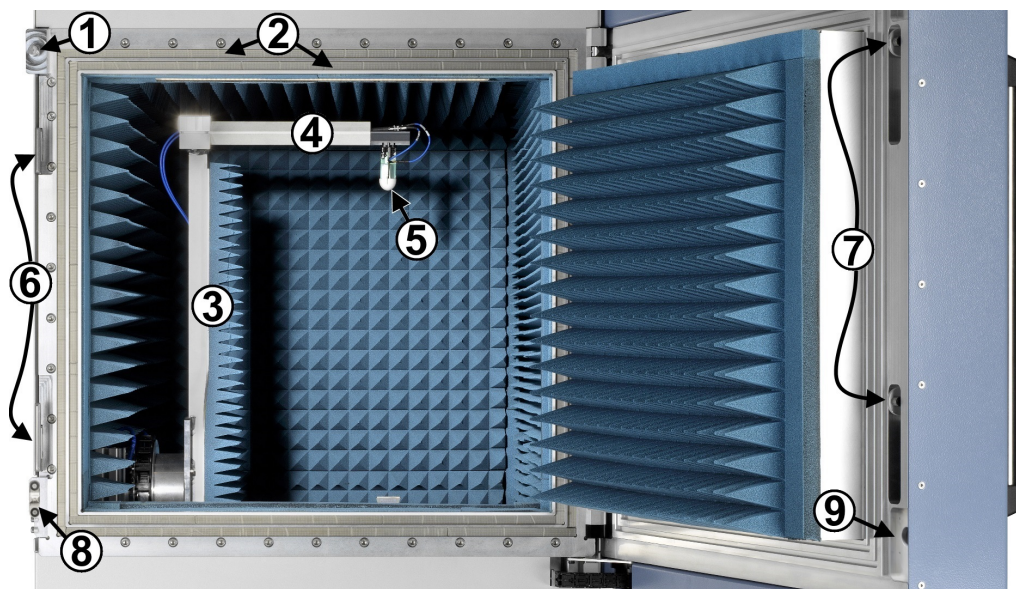

图 4-2: R&S ATS1000 前视图
打开屏蔽箱门将开启屏蔽箱顶灯并释放互锁装置，详情请参阅图 4-2。
当屏蔽箱门 (1) 如图 4-2 所示打开时，您可以在屏蔽箱内部插入和连接 DUT。专家用户可以在屏蔽箱内部配置 DUT 支架、校直定位器和更换测量天线。屏蔽箱内部的特征如下：